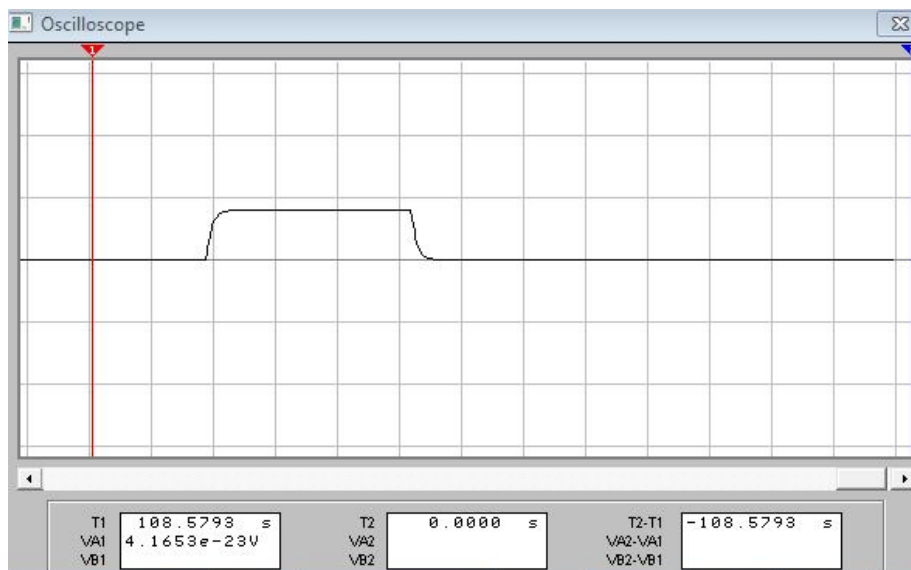

Рисунок 4.55 – Показання осцилографа
2.2. Зняти показання осцилографа (рис. 4.55) та виміряти активні параметри, наприклад час перехідного процесу.